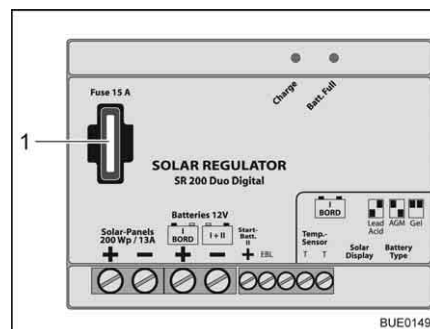

Fig. 152 Fusibile regolatore di carica del pannello solare 200 W
- Sostituire il fusibile piatto 15 A/blu (Fig. 152,1).